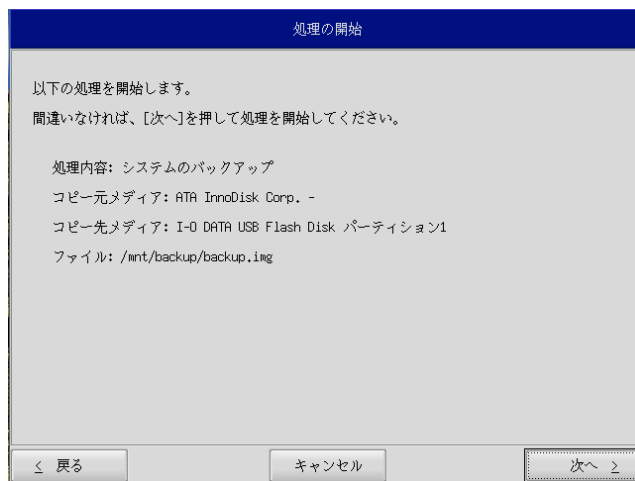

図 5-3-6. 確認画面
- ⑨ 確認画面（図 5-3-6）が表示されます。メディア、パーティション、保存ファイルを確認します。